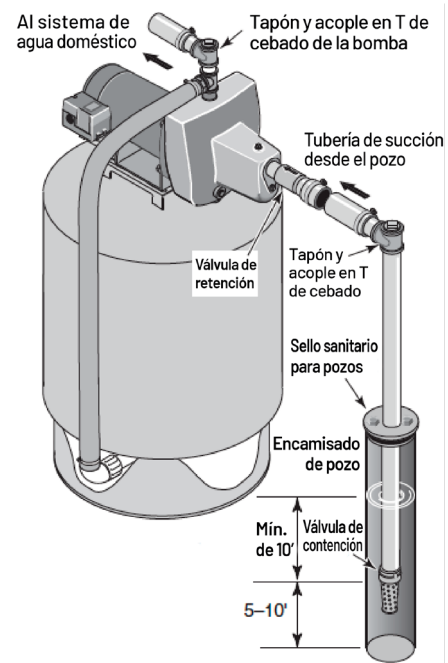

Figura 2: Instalación de pozo encamisado
2. Ensamble la válvula de contención, la trampa de pelos y la tubería del pozo (Figura 2). Verifique que la válvula de contención funcione libremente.
4. Instale el acople en T de cebado, el tapón de cebado y la tubería de succión a la bomba (Figura 2). Conecte la tubería del pozo al puerto de succión de bomba, utilizando la menor cantidad posible de conexiones, especialmente codos, ya que las conexiones aumentan la fricción en la tubería. Incluya una válvula de contención (Figura 2). La tubería de succión debe ser al menos tan grande como el puerto de succión de la bomba. Use cinta de PTFE para sellar roscas de tuberías en las juntas roscadas de la tubería.